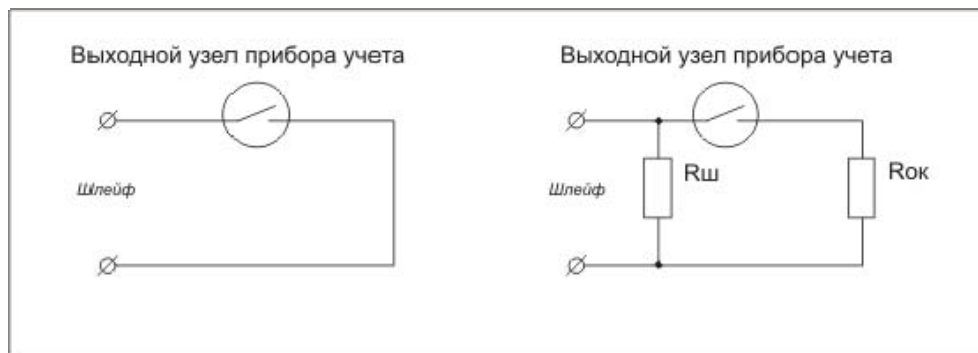

Рисунок 3 — Электрическая схема подключения цепи НАМУР
2.1.6.5 функция контроля текущего состояния входных цепей числоимпульсного интерфейса прибора учета при установке дополнительных резисторов цепи НАМУР (см. рисунок 3) оконечного  $R_{ок}$  2,2 кОм $\pm$ 5% и шунтирующего  $R_{ш}$  5,1 кОм $\pm$ 5%